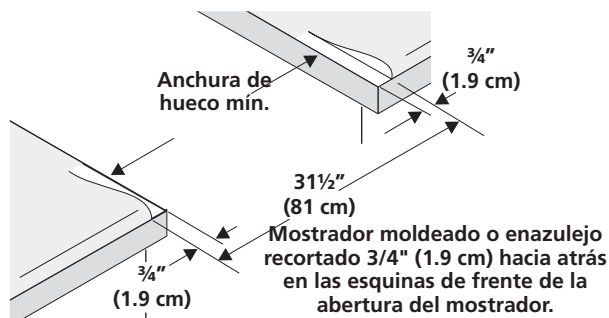

Figura 1
- El reborde de frente de mostradores moldeados** deben tener bordes moldeados a $\frac{3}{4}"$ (1.9cm) a partir de cada extremidad de la apertura (Figura 1).
- Los mostradores enazulejos** deberán necesitar un recorte de $\frac{3}{4}"$ (1.9 cm) a partir de cada extremidad y/o un borde redondeado aplanado (Figura 1).